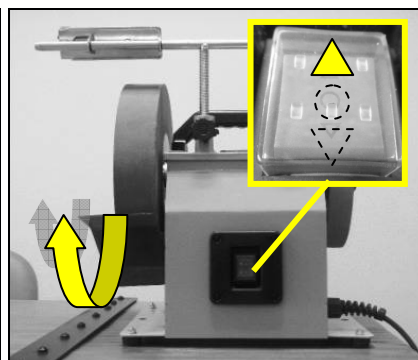

Fig 25
- la flèche en haut ▲ : la meule et le disque tourneront vers le haut lorsque vous êtes placé face à l'interrupteur (Fig 25).